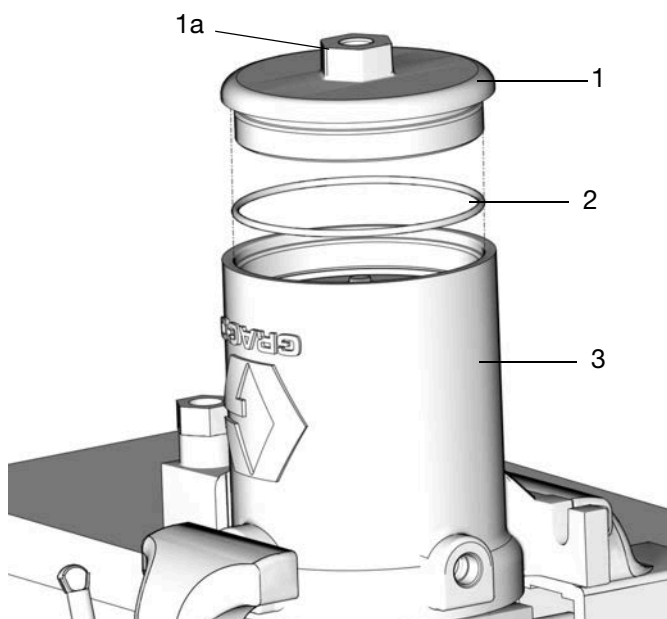

FIG. 34
- Aplique una capa fina de grasa en la junta tórica de la tapa (2). Coloque la junta tórica de la tapa (1) (Fig. 34).
- Monte la tapa en la base del cilindro del motor neumático (3). Presione con la mano la parte superior de la tapa para asentarla y comprimir el muelle. Con una llave ajustada en la tuerca (1a), gire y apriete la tapa firmemente y apriete después a un par de 37,9 - 43,4 N•m (28 - 32 lb-pie) Fig. 34.